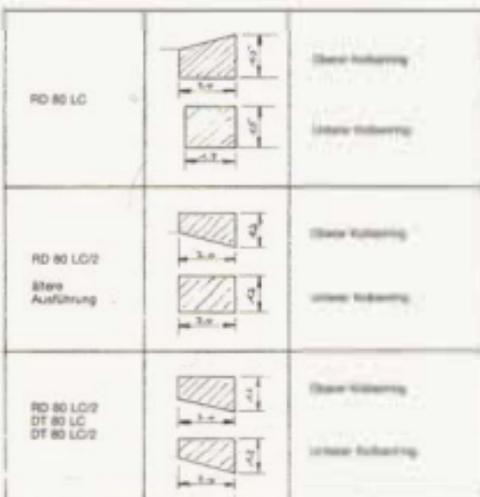

Bild 124b
- Es kommt vor, dass Kolbenringe durch Ansatz von Ölkohle in der Ringnut festgeklemt wurden. Oft sind solche Kolbenringe gebrochen, oder sie haben einen Teil ihrer Spannkraft verloren. Dieser Fehler macht sich durch nachlassende Motorleistung und entsprechende Geräuschbildung bemerkbar. Früh genug entdeckt, kommt man mit dem Aufziehen neuer Kolbenringe aus. Wartet man ab, ob sich die Sache nicht von selbst behält, nimmt in der Regel der Kolben ernsthaften, oft nicht reparierbaren Schaden: Die Kolbenringe sollen nämlich nicht nur abdichten, sie sollen auch die Wärme vom Kolbenboden zur Zylinderwand ableiten. Können sie das mangels Spannkraft nicht mehr, erleidet der Kolben einen Warmestau, der über den Kolbenklemmer zur Zerstörung führen kann. An einem so beschädigten Kolben haben sich in der Regel die Ringnuten so weit verengt, dass das Höhenspiel weder bei neuen noch bei alten Ringen stimmt und der Kolbenring in der Ringnut klemmt. Das heisst muss vor dem Aufziehen neuer Kolbenringe dafür gesorgt werden, dass die Ölkohle restlos aus der Ringnut entfernt wird. Das macht man am besten mit einem scharfkantig abgeschliffenen Stück eines alten Kolbenrings. Die Arbeit wird dadurch erschwert, dass nicht nur die Kolbenringe, sondern auch die Kolbenringnuten konisch ausgebildet sind. Bild 124b gibt Auskunft über Unterschiede, die an den einzelnen Modellvarianten zu beobachten und zu beachten sind. Die Konizität des Kolbenrings kann man erkennen, wenn man diesen zwischen die Messschenkel eines Messscheibers einlegt. Die Einbaurichtung des Kolbenrings ergibt sich aus der am Ringstoss eingesetzten «T»-Markierung, die in Einbaulage nach oben weisen muss, in eingebautem Zustand (muss sich mit Hilfe einer Fühlehre an der nicht konischen Fläche des Kolbenrings ein Höhenspiel von 0,03 bis 0,05 mm ertasten lassen).